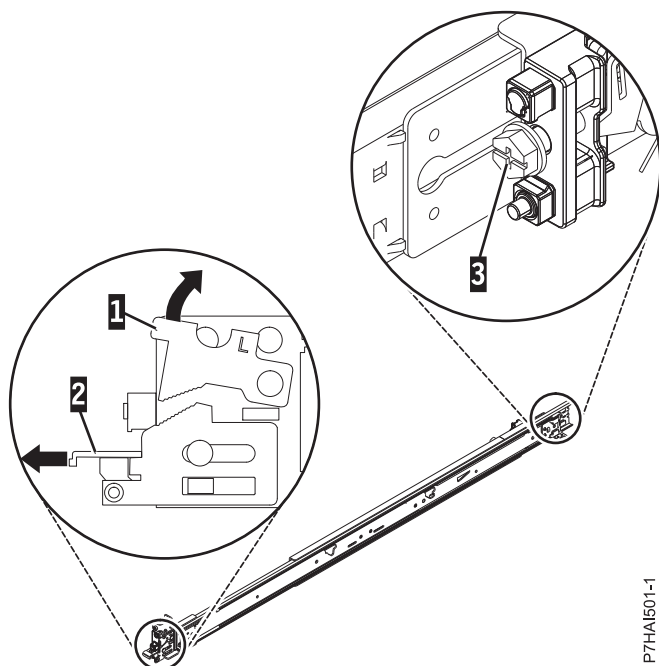

図 2. 前部ラッチを開いて後部のねじを取り外す
2. レール (3) の後部からねじを取り外します。前面のロックング・タブ (1) を押し上げて、レールの前部にある前面ラッチ (2) を引き出します。 詳しくは、図 2 を参照してください。